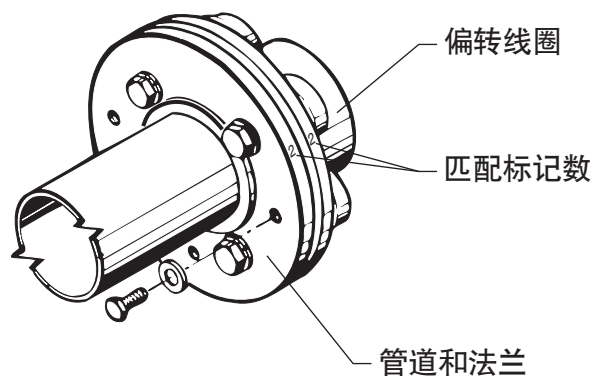
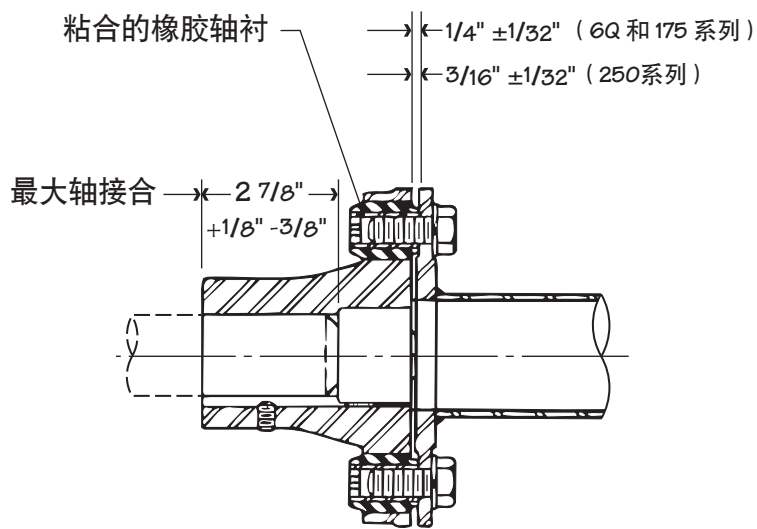

图 3 图示为 6Q 系列
图 4 图示为 250 系列
Marley 传动轴由马达、带橡胶轴衬的减速机偏转线圈、管道和法兰组合件构成。传动轴是动态平衡的，管道和偏转线圈法兰是匹配标记的。请参见图 3。安装时，不要更改匹配标记组件的位置或关系。
记下传动轴法兰上的匹配数字，并卸下偏转线圈。用“Thred-Gard” (Crane Packing Co.) 或类似润滑油涂抹马达轴和减速机轴。将轴键置于马达和减速机轴中间，然后如图 4 所示安装偏转线圈。拍打偏转线圈时要用橡胶槌或木板以免损坏。将每个偏转线圈安装螺栓拧紧至 $27 \text{ N} \cdot \text{m}$ ，使其紧抵轴键。支撑管道和法兰组合件的马达端时，对齐管道和偏转线圈法兰上的匹配数字，并用螺栓将管道和法兰组合件固定到减速机偏转线圈。逐步旋紧到 $82 \text{ N} \cdot \text{m}$ 扭矩。滑动马达，使得马达偏转线圈可用螺栓固定到管道和法兰组合件，而无需推拉轴衬。对齐匹配数字，将马达偏转线圈用螺栓固定到管道和法兰组合件。逐步旋紧到 $82 \text{ N} \cdot \text{m}$ 扭矩。管道和偏转线圈法兰之间的距离应如图 4 所示。
5. 转动传动轴 360°，注意千分表上读数的总改变量，从而检查轴两端的对齐情况。千分表的总读数不能超过 0.127 毫米。用填隙的方法垂直移动马达和/或减速机，或通过改变支撑的方法水平移动马达和/或减速机。对齐传动轴，直到每端的千分表总读数都在 0.127 毫米以内。旋紧马达和减速机上的所有装配螺栓，并重新检查对齐情况。如图 4 所示，维持法兰面与偏转线圈面之间的间隙。
7. 更换传动轴管道和法兰组合件。务必要使管道法兰上的数字与其在马达和减速机偏转线圈上的数字相匹配。在传动轴两端安装 $\frac{5}{8}$ 英寸的机制螺栓或帽螺栓。逐步旋紧到 $82 \text{ N} \cdot \text{m}$ 扭矩。请参见图 3 和图 4。
8. 如果为了方便卸下管道和法兰组合件而将马达往回移动了，请重新定位马达，确保留有法兰空间。请参见图 4。旋紧 $\frac{5}{8}$ 英寸的机制螺栓或帽螺栓。逐步旋紧到 82 N·m 扭矩。对于 6Q 系列和 175 系列传动轴，用六方扳手避免轴衬在其管座中转动。重新检查传动轴的对齐情况，并旋紧马达装配螺栓。